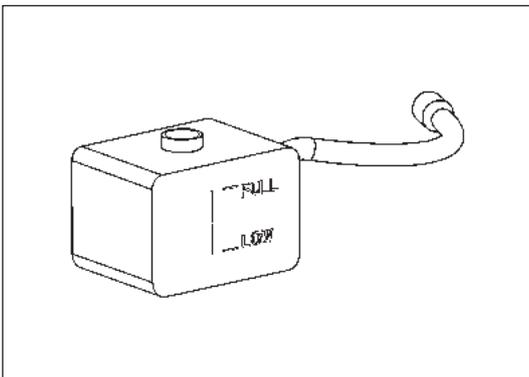

Рис. 10-2-4. Проверка уровня охлаждающей жидкости
(2) Заливка охлаждающей жидкости
- ① Рекомендуется использовать охлаждающую жидкость, содержащую более 50% этиленгликоля.
- г) Добавить охлаждающую жидкость в расширительный бачок до отметки «FULL», как изображено на рис. 10-2-4.
(3) Проверить на наличие утечек охлаждающей жидкости